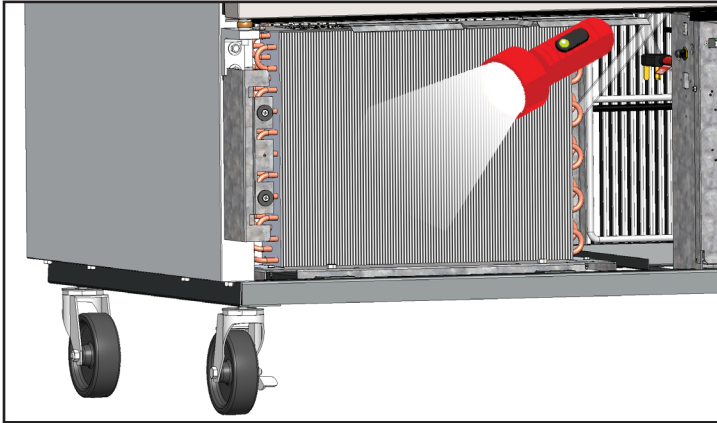

Рис. 5. Убедиться в полном удалении грязи.
4. Светя фонарем сквозь змеевик вглубь аппарата, проверить качество очистки поверхности змеевика от грязи. При этом должны быть видны вращающиеся лопасти вентилятора конденсатора. См. рис. 5.